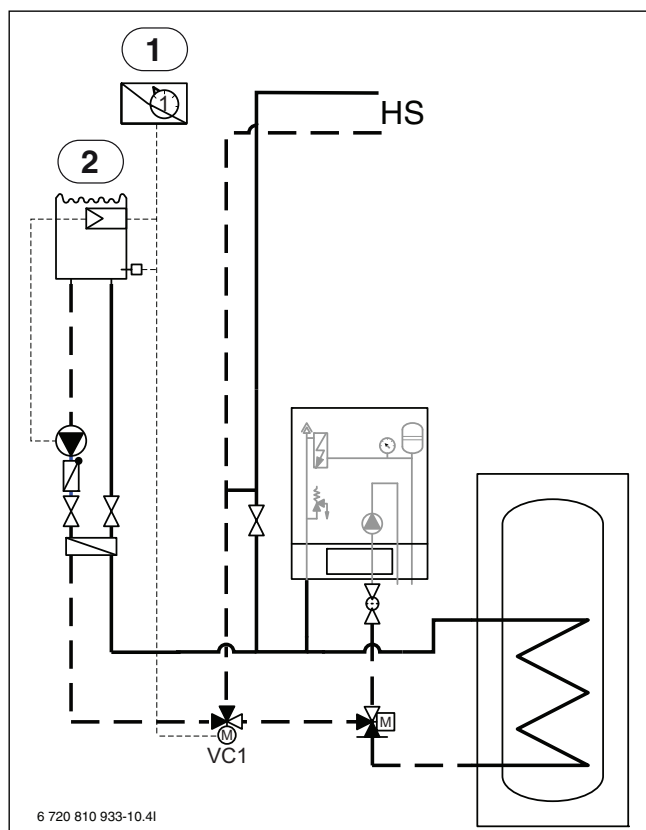

Fig. 56 Visualización de ejemplo para la instalación de piscina
- ▶ Montar el mezclador de piscina en el retorno a la unidad interior (→ [VC1] fig. 56).